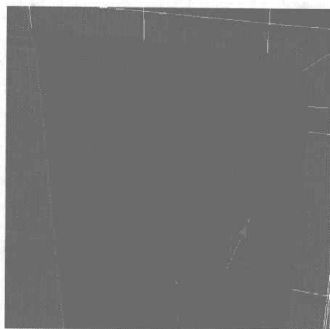

图 4.98
- 38** 选择显示屏上的面，如图 4.98 所示，在 Edit Geometry 卷展栏中单击 **Detach** 按钮，在弹出的对话框中依照默认值进行设置，将该面单独分离出来。